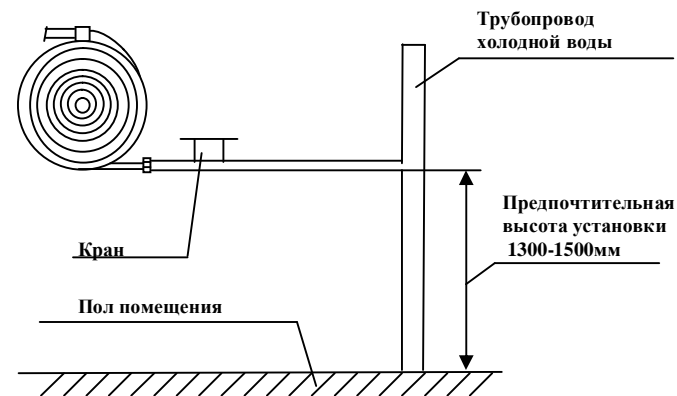

Рис. 2 Схема размещения УВП-1
6.2 Подключить устройство к отдельному крану на хозяйственно-питьевом водопровode. Схема размещения представлена на рис. 2.